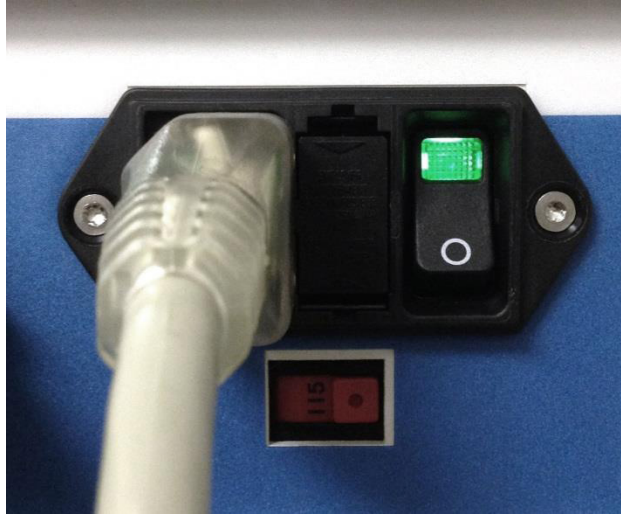

FIGURA 10: LIGAR O ATRICURE CRYOICE BOX COM O INTERRUPTOR
- Ligue a unidade do cryoICE BOX com o interruptor localizado na parte traseira, conforme mostrado na Figura 10. O interruptor de alimentação é usado para conectar a energia da rede (Ligar) ou desconectar a energia da rede (Desligar) à unidade do cryoICE BOX.